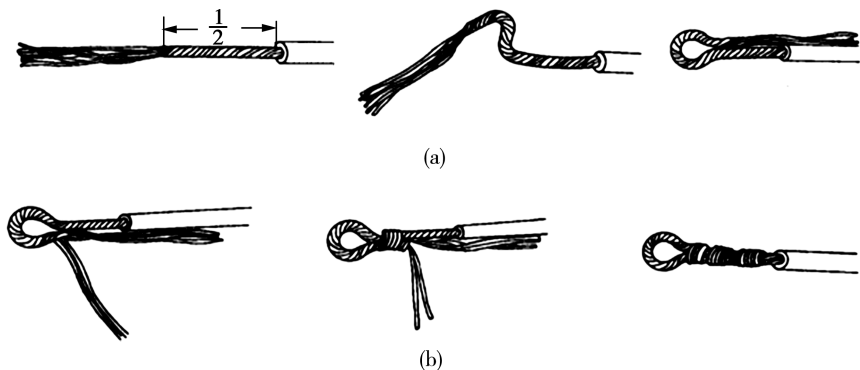
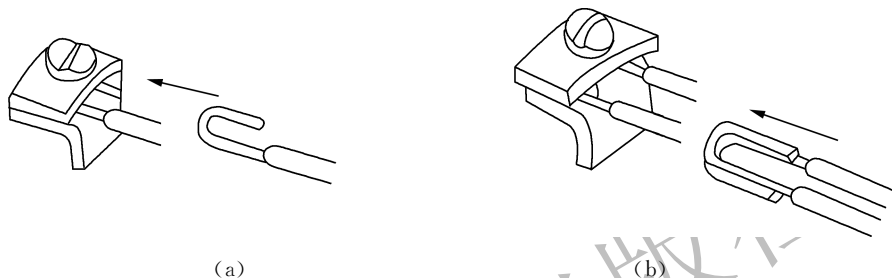

图 2-32 多段芯线压接圈的弯法
图 2-33 线头与瓦形接线桩连接
② 多段芯线压接圈的弯法。
- a. 将芯线线头的 $\frac{1}{2}$ 从根部绞紧, 然后在绞紧部分的 $\frac{1}{3}$ 处弯曲圆圈, 如图 2-32(a) 所示。
b. 把已弯成的压接圈最外侧几股芯线折成垂直状,按直线连接的方法连接,如图 2-32(b)所示。
(3) 线头与瓦形接线桩的连接
① 将单股芯线端按略大于瓦形垫圈螺钉直径弯成“U”形,螺钉穿过“U”形孔压在垫圈下旋紧,如图 2-33(a)所示。
② 如果两个线头接在同一瓦形接线桩上,其接法如图 2-33(b)所示。